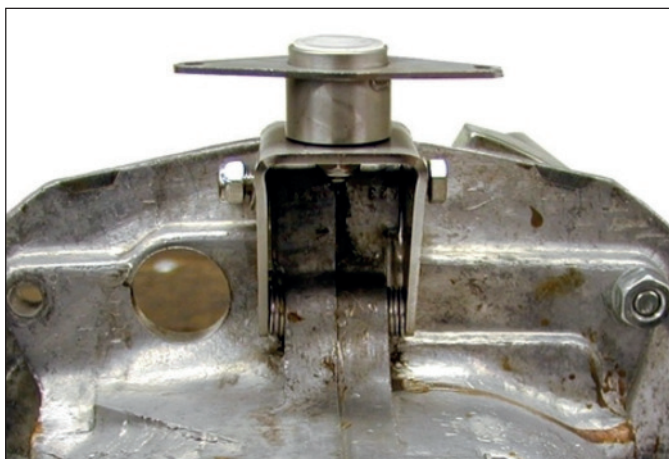

Fig. 1
- Install the main bellcrank assembly mounts at the engine and fix it with bolt M8 and washer M8. (Fig.1)
- Nehmen Sie den Drehbock und setzen ihn mit einer Schraube M8x60, Nuss SW13 und Unterlegscheibe am Motor auf. (Fig.1)